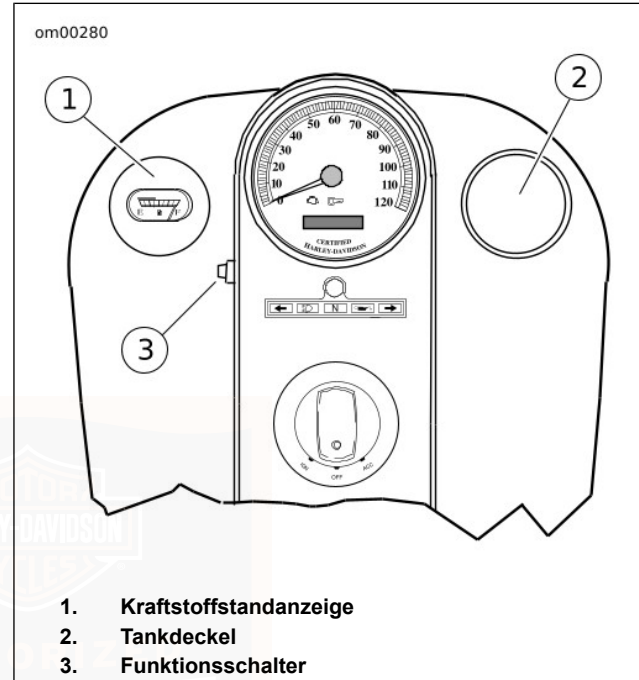

Abbildung 9. Kraftstofftank: FLHR
- Siehe Abbildung 9. Beim FLHR-Modell befindet sich der Tankdeckel auf der rechten Seite des Kraftstofftanks. Der Deckel auf der linken Seite ist nur die Kraftstoffstandanzeige und kann nicht entfernt werden.